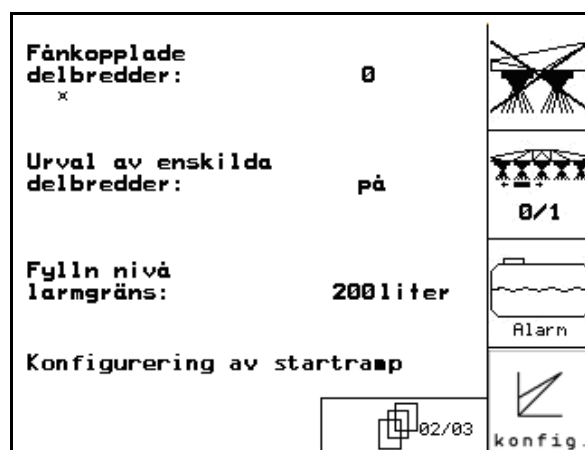

Bild 22
Sidan två 02/05 (Bild 22)
-  Avaktivera delbredder permanent. Siffran som visas (Bild 22) anger antalet permanent avaktiverade delbredder (siffran 0 = inga delbredder avaktiverade). (se sidan 37).